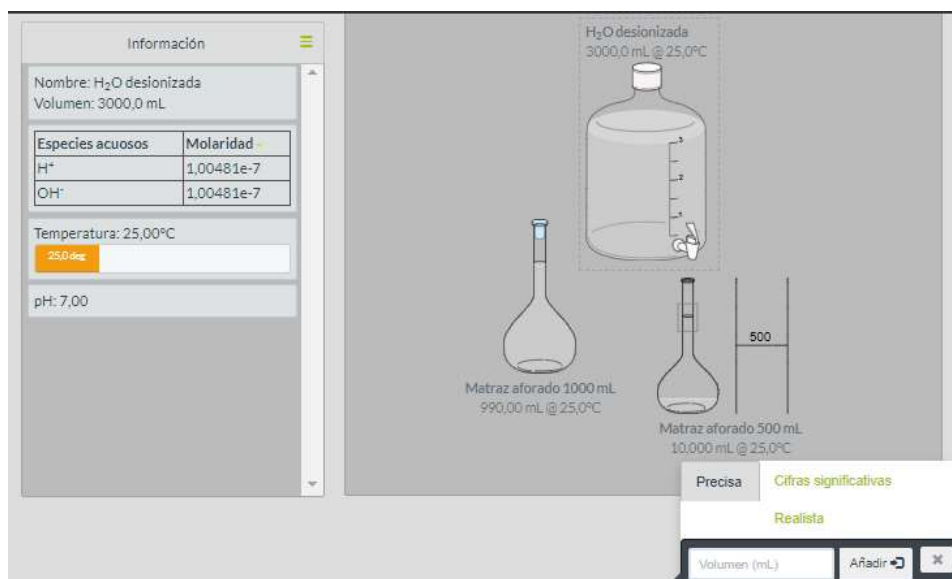

Figura 9. Simulador *Making stock solutions from solids*.
10. Coloque el agua desionizada sobre el matraz volumétrico de 500 [cm3] y añada el volumen necesario para completar hasta la marca del aforo. La disolución así preparada es la disolución 1 (figura 9).